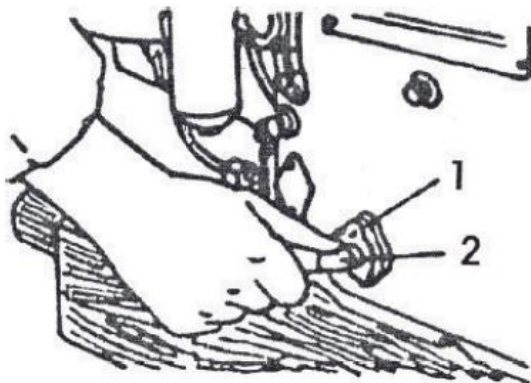

Fig. 5 Escorvar o sistema de injeção de combustível
- Ajustar la velocidad - botón de la palanca de control en la posición de "PARTIDA" (Start) indicada en el panel. Mover la palanca de escorva del combustible hacia adelante y hacia atrás hasta observar una acción de "trepidación" del inyector de combustible (Fig.5).